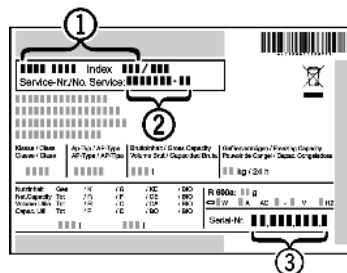

Fig. 7
- ▶ Prietaiso pavadinimas *Fig. 7 (1)*, techninio aptarnavimo Nr. *Fig. 7 (2)* ir serijos Nr. *Fig. 7 (3)* užrašyti duomenų skydelyje. Duomenų skydelis yra prietaiso viduje, kairiajame šone.
- ▶ Susiekite su techninio aptarnavimo skyriumi ir praneškite apie gedimą, taip pat pasakykite prietaiso pavadinimą *Fig. 7 (1)*, techninio aptarnavimo Nr. *Fig. 7 (2)* ir serijos Nr. *Fig. 7 (3)*.